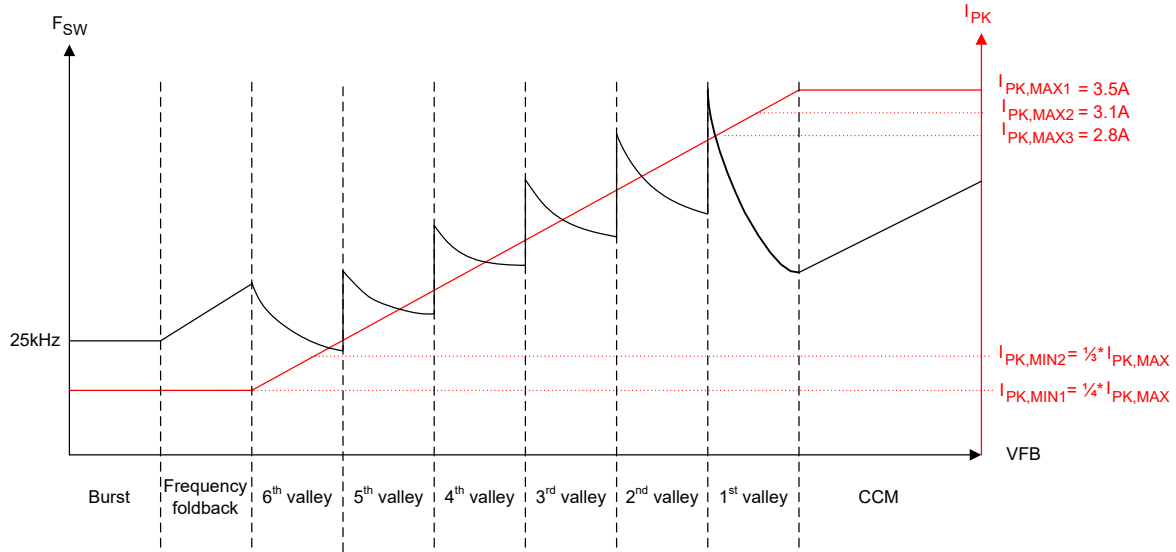
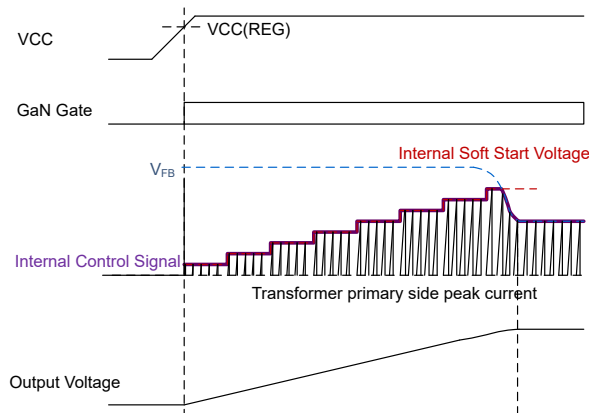

图 7-3. UCG2882x 控制律
图 7-8. 软启动序列
因此，对于 UCG2882x，初级 GaN HEMT 会在每个开关周期达到峰值电流阈值后关断，接着又在不连续模式 (DCM) 运行期间在磁化环的一个目标谷底处导通。瞬时初级峰值电流和目标谷底由反馈 (FB) 引脚电压根据图 7-3 的控制律确定。将 FB 引脚连接到光耦合器集电极。负反馈环路将 FB 引脚电压设置为所需值，以支持输出端的特定 V_{OUT} 和 P_{OUT} 。该器件可在以下四种运行模式之一下运行：突发模式、频率折返模式、谷底开关模式或连续导通模式，如下文所述。
在图 7-3 所示的控制律中，UCG2882x 支持灵活选择最大峰值电流 $I_{PK,MAX}$ ，以优化额定负载下的开关频率以及变压器尺寸。对于每个 $I_{PK,MAX}$ 设置，可对最小峰值电流 $I_{PK,MIN}$ 使用 1/3 或 1/4 的调节率。当反激式转换器在频率折返或突发模式下运行时，该 $I_{PK,MIN}$ 值决定轻负载条件下的开关频率和损耗。对于所有 $I_{PK,MAX}$ 和 $I_{PK,MIN}$ 值，控制律峰值电流与反馈电压的斜率保持不变，如方程式 1 所示。表 7-6 展示了表 7-3 的不同峰值电流设置下不同模式之间和谷底之间转换的阈值电压。
UCG2882x 根据设计可在谷值进行软开关和初级 FET 导通，从而减少开关损耗。该转换器在谷底开关模式下运行，但峰值负载瞬态期间除外，在此期间可以将控制转换为 CCM 模式（在使用 CDX 引脚时启用）。在谷底开关模式下，目标谷底和峰值电流阈值受图 7-3 和方程式 1 的控制律控制：
如图 7-3 所示，一旦随着输出功率的增大而达到第 1 个谷底 QR 运行边界，控制器就会将 I_{PK} 钳位至最大选定值 $I_{PK,MAX}$ ，并开始缩短 CCM 模式下的次级导通时间 T_{OFF} 。 T_{OFF} 的缩短与 FB 引脚电压的增加成正比，直到经过 QR 模式关断时间的 50%，最高达到 QR 模式输出功率输送能力的 1.5 倍。根据应用要求，需要使用一个足够大的初级磁化电感 L_M 来防止在 CCM 模式下达到频率钳位，并避免任何可能增加输出电压纹波的次谐波振荡。对于持续时间较长的输出功率瞬态，转换器在 10ms CCM 计时器到期后返回到第 1 个谷底 QR 模式，并在 QR 模式下运行时，在 QR 模式和 CCM 模式的转换点继续提供尽可能大的输出功率。该器件可根据表 7-5 中的值，通过 CDX 引脚到 GND 之间的电阻器灵活地启用或禁用 CCM 模式运行。
导通后，反激式转换器从 0V 输出电压开始。低电压会导致反馈电压 FB 钳位至其最大值并触发过载保护。为防止出现钳位，UCG2882x 将以软启动模式启动。如图 7-8 所示，在此期间，内部 FB 电压斜坡在 4ms 内，以八个阶跃从 0V 增加到最大值。当 FB 引脚电压等于 $I_{PK,MAX}$ 设置的 80% 时，内部 FB 斜坡达到最大值，该值会随着 I_{PK} 引脚上的不同电阻器设置而变化。在软启动期间，该内部斜坡电压和实际 FB 引脚电压中的较小者用于确定图 7-3